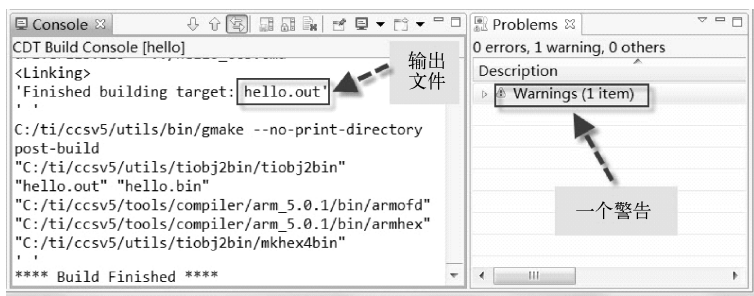

图 1-9 编译结果生成 .out 格式可执行文件
② 右键单击 hello 工程，在弹出的下拉菜单中选择 Build Project 编译 hello 工程，其结果如图 1-9 所示。